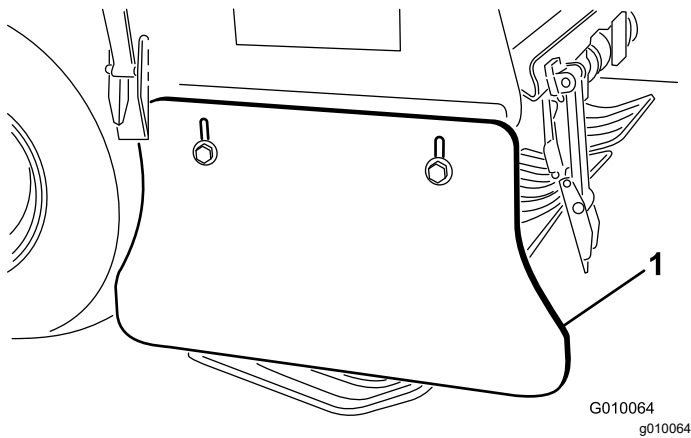

Figura 67
2. Slăbiți uruburile și piulițele care fixează protecția laterală pe cadru (Figura 67).